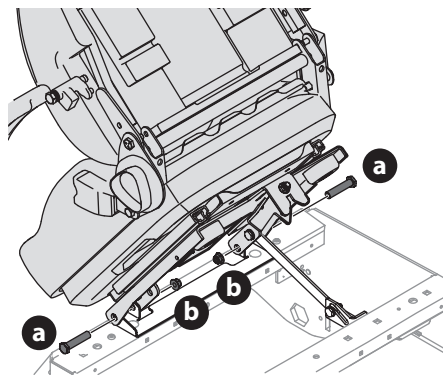

Figure 8
1. Retirez les deux écrous de blocage de la bride (b) et les boulons à épaulement (a) de la pochette du manuel (Figure 8).
2. Placez le siège en position et fixez-le en place à l'aide de la quincaillerie (Figure 8).